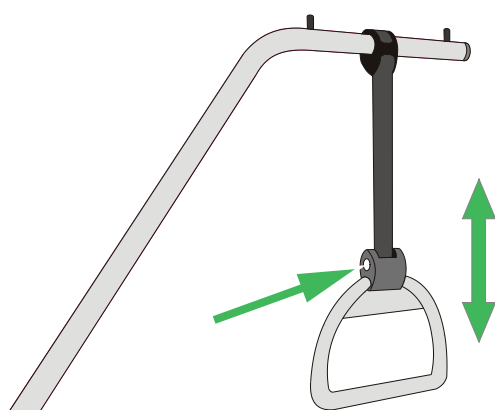

Figure 3
5. Pour régler la hauteur de la poignée au-dessus du lit : appuyez sur le bouton de déverrouillage et réglez la sangle à la longueur requise. Voir la Figure 3.